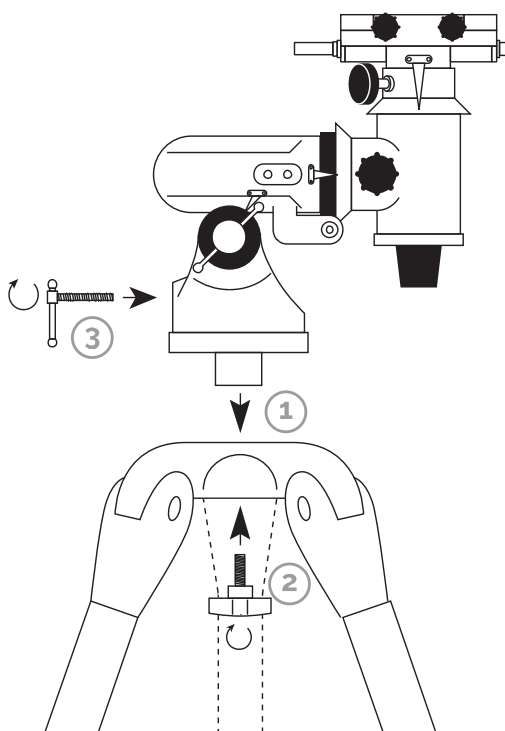

Fig. 4
- Desserrer légèrement la vis de fixation de la monture sur le trépied (n°2, fig.4) pour permettre une rotation sur l'axe azimutal (AZ.).
- Faire pivoter la monture de telle sorte que l'axe d'*ascension droite* (A.D.) pointe vers le Nord (N).
- Resserrer la vis de fixation de la monture (n°2, fig.4).